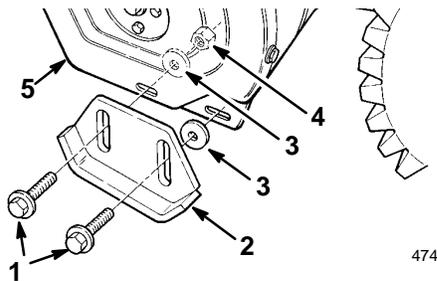

Abbildung 9
- Zwei Flanschkopfschrauben und Unterlegscheiben entfernen, mit denen die Enden der Schürfleiste an den Seitenplatten befestigt sind (Abb. 9).
- Die Schrauben so durch die hinteren Schlitzte in den Rutschblechen anbringen, daß die **Unterlegscheiben zwischen den Rutschblechen und den Seitenplatten** liegen (Abb. 9). Die Schrauben nicht anziehen.
- Die Flanschkopfschrauben durch die vorderen Schlitzte beider Rutschbleche und durch die Seitenplatten anbringen, wobei die **Unterlegscheiben zwischen den Rutschblechen und den Seitenplatten** liegen müssen (Abb. 9). Die Schrauben nicht anziehen.